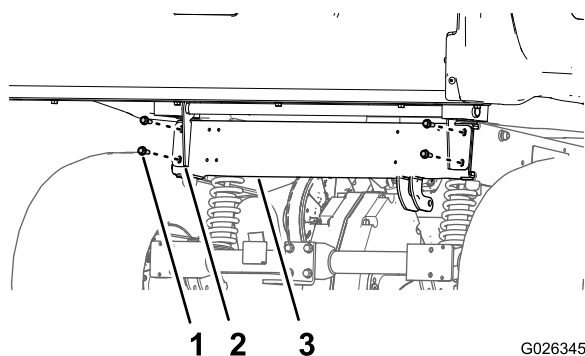

Figura 19
7. Con cuidado, baje la caja de carga hasta que los taladros de los soportes de giro queden alineados con los taladros de montaje de la caja de carga del perfil trasero del bastidor (Figura 19).
8. Sujete los soportes de giro al perfil trasero del bastidor con los 4 pernos con arandela prensada (3/8 x 1 pulgada) que retiró en el paso 8 de Máquinas con elevación manual de la caja (página 3); consulte Figura 19.
3. Con cuidado, baje la caja de carga hasta que los taladros de los soportes de giro queden alineados con los taladros de montaje de la caja de carga del perfil trasero del bastidor (Figura 19).
4. Sujete los soportes de giro al perfil trasero del bastidor con los 4 pernos con arandela prensada (3/8 x 1 pulgada) que retiró en el paso 8 de Máquina con elevación eléctrica de la caja de carga (página 5); consulte Figura 19.